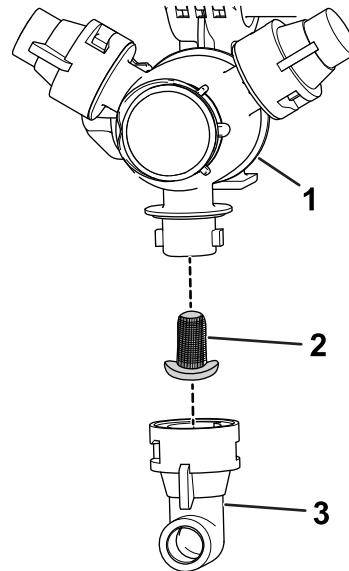

Figura 49
2. Retire la boquilla de la torreta de fumigación (Figura 49).
3. Retire el filtro de la boquilla (Figura 49).
5. Instale el filtro de la boquilla (Figura 49).
6. Instale la boquilla en la torreta de fumigación (Figura 49).